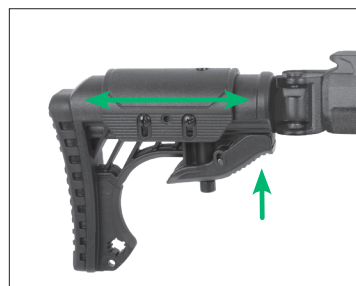

FIGURE 9
**Pour ajuster la crosse** (partie 23), appuyez sur le levier sous la partie avant de la crosse, comme illustré à la figure 9. En gardant le levier enfoncé, faites glisser la crosse de la position 0 (la plus courte)